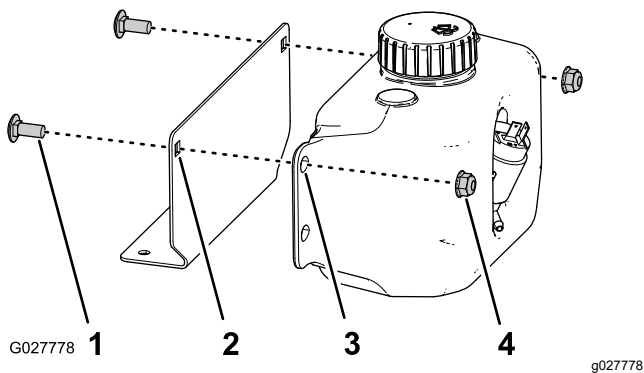

Figure 35
1. Fixez le réservoir de liquide lave-glace sur son support à l'aide des 2 boulons de carrosserie (5/16" x 3/4") et des 2 écrous à embase (5/16"), comme montré à la Figure 35.